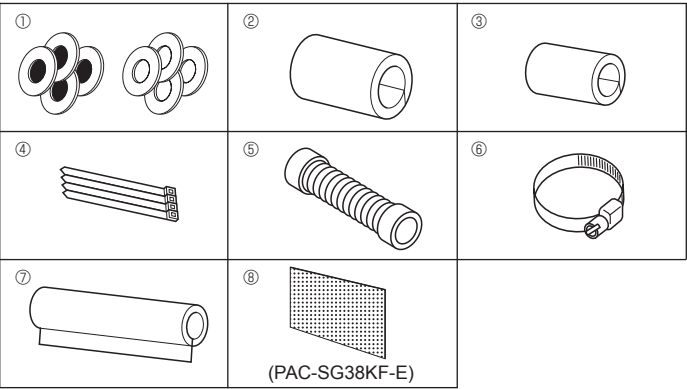

Fig. 3-1
3.1. Ішкі блок керек-жарақтарын тексеру (Fig. 3-1)